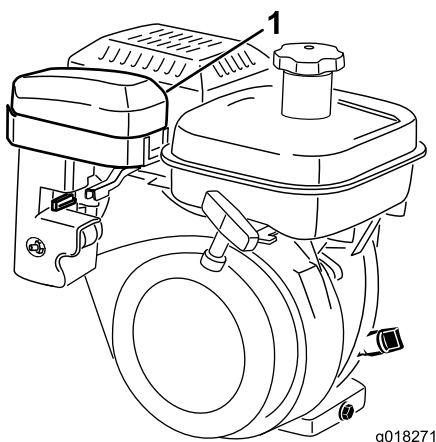
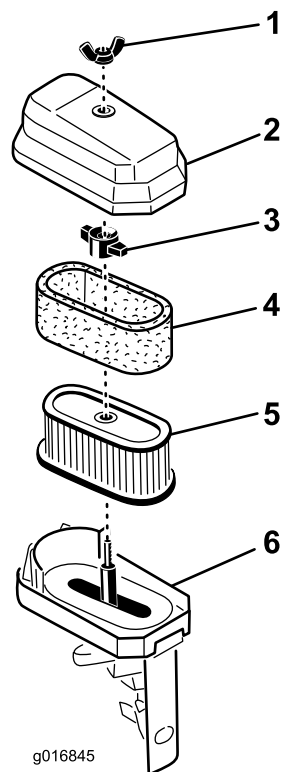

Figura 33
Figura 34
2. Retire a porca que fixa a parte superior do filtro de ar ao filtro de ar e retire a cobertura. Limpe bem a cobertura (Figura 33 e Figura 34).
3. Se o elemento de esponja se encontrar sujo, deverá retirá-lo do elemento de papel (Figura 34). Limpe bem a esponja.